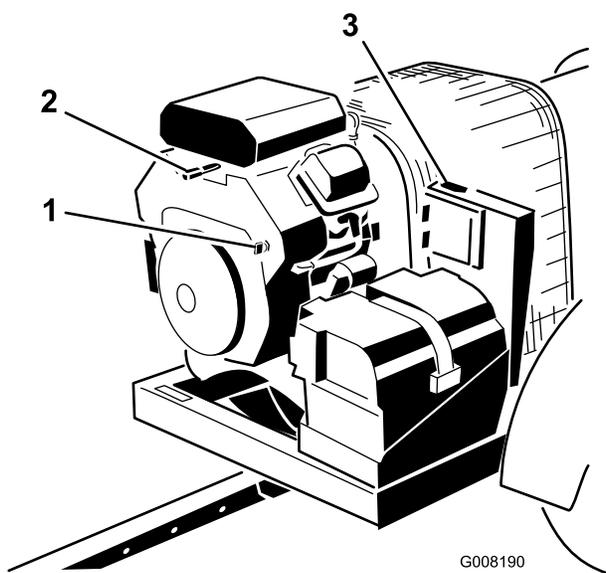

Figura 13
3. Rode a chave da ignição para a posição “START” (arrancar) e solte-a rapidamente para a posição “ON” (ligado). Isto desperta o receptor (Figura 13).
4. Se abandonar a máquina, rode a chave para a posição OFF e retire-a do motor (Figura 13).